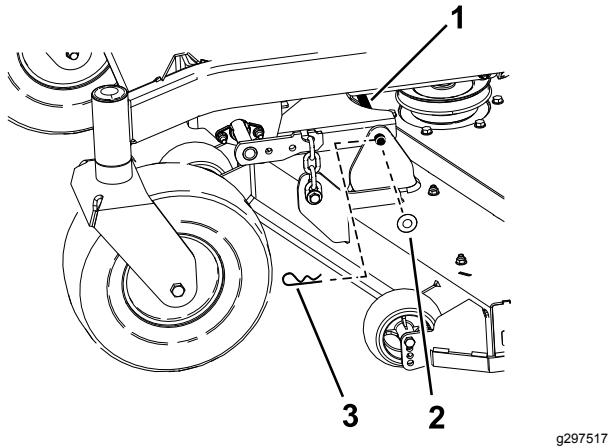

Figure 75
- Retirez la goupille fendue et la rondelle qui fixent l'axe de liaison au cadre et au plateau, et déposez l'axe (Figure 75).
- Fixez l'axe de liaison avec les goupilles fendues et les rondelles retirées précédemment (Figure 75).